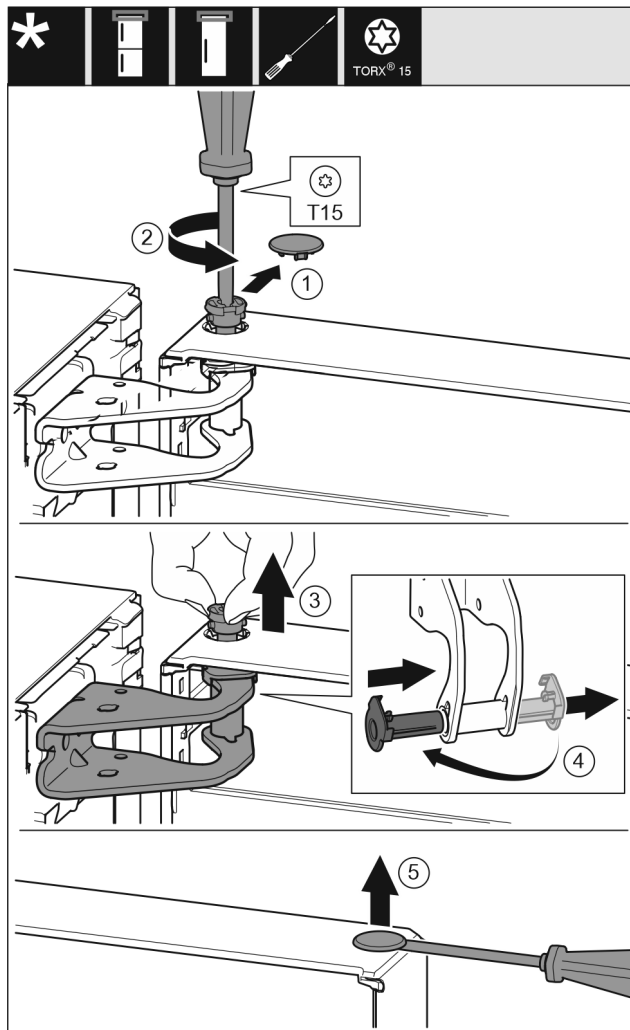

Fig. 12
- ▶ Atsargiai nutraukite apsauginę dengiamąją plokštelę. Fig. 12 (1)
- ▶ Šiek tiek išsukite varžtus atsuktuvu T15. Fig. 12 (2)
- ▶ Tvirtai laikykite duris ir ištraukite varžtą pirštais. Fig. 12 (3)
- ▶ Ištraukite guolio įvorę iš kreipiamosios. Įstatykite iš kitos pusės ir užfiksukite. Fig. 12 (4)
- ▶ Kaištį atsargiai pakelkite išdrožiniu atsuktuvu iš durų guolio įvorės ir jį ištraukite. Fig. 12 (5)